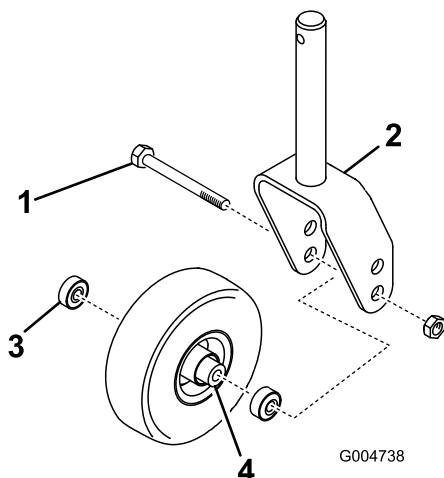

Figura 139
1. Retire la contratuerca del perno que sujeta el ensamble de la rueda giratoria entre la horquilla o el brazo de pivote (Figura 139).
2. Sujete la rueda giratoria y retire el perno de la horquilla o del brazo de pivote (Figura 139).
3. Retire el cojinete de la rueda y deje que se caiga el suplemento del cojinete (Figura 139).
4. Retire el cojinete del otro lado de la rueda (Figura 139).